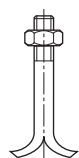

Fig. 9: Forankringsbolte
- Sæt forankringsbolte (se fig. 9) i borerne.